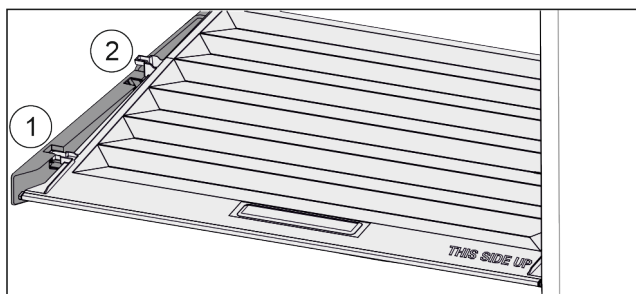

Fig. 156
- ▶ Tirer le couvercle vers l'avant jusque dans l'orifice des pièces de retenue Fig. 156 (1).
- ▶ Le soulever par le bas à l'arrière et le sortir par le haut Fig. 156 (2).